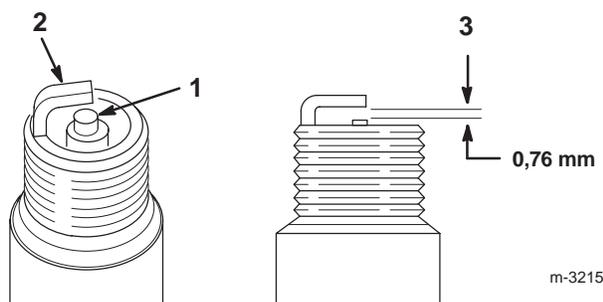

Figure 23
1. Inspectez le centre des deux bougies (Fig. 23). Si le bec de l'isolateur est recouvert d'un léger dépôt gris ou brun, le moteur fonctionne correctement. S'il est couvert d'un dépôt noir, c'est généralement signe que le filtre à air est encrassé.
2. Contrôlez l'écartement entre l'électrode centrale et l'électrode latérale (Fig. 23).
3. Courbez l'électrode latérale (Fig. 23) si l'écartement est incorrect.